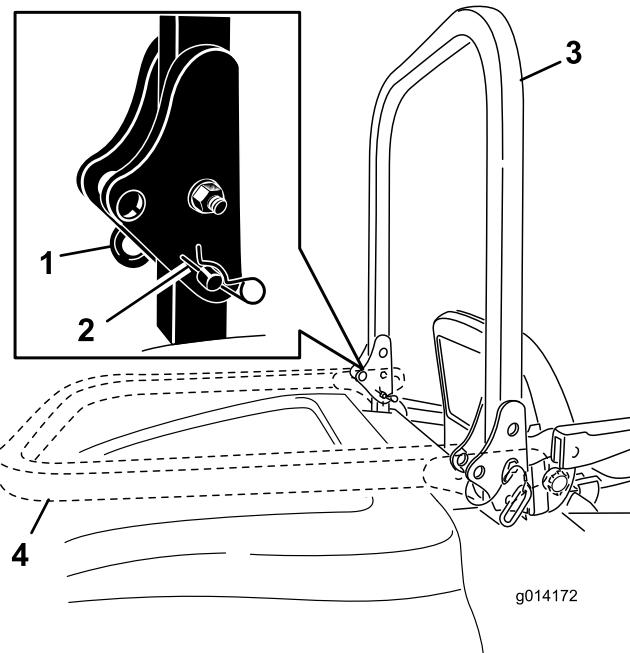

Figura 10
1. Per abbassare il roll bar, togliete le coppiglie, spingete in avanti il roll bar contro le molle e togliete le due spine (Figura 10).
2. Abbassate il roll bar (Figura 10).
- Montate le due spine e fissatele con le spine delle coppiglie (Figura 10).
- Per alzare il roll bar togliete le spine delle coppiglie e le due spine (Figura 10).
- Alzate completamente il roll bar e montate le due spine, quindi fissatele con le spine delle coppiglie (Figura 10).